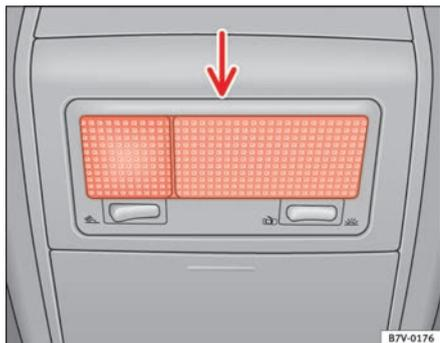

Fig. 169 Luce dell'abitacolo
- Introdurre un cacciavite o un oggetto simile tra la copertura ed il vetrino (freccia) ⇒ fig. 169 e con cura rimuovere il vetrino.